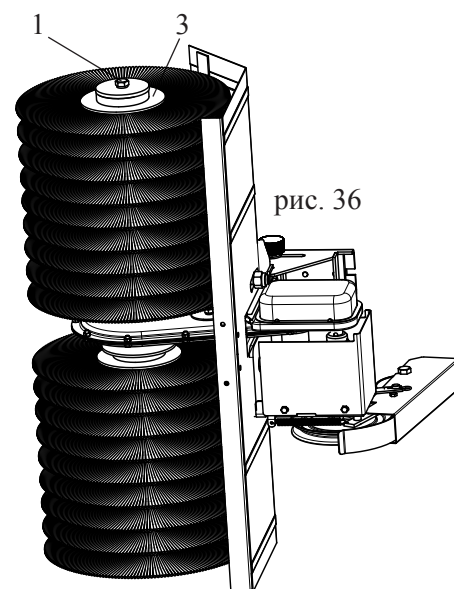
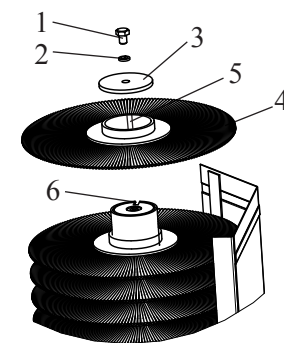

рис. 36
рис. 37
Установить щетку вертикально (рис. 36). Открутить болт (1), снять шайбу (2), шайбу (3). Снять диски полипропиленовые (4) (рис. 37). Установить новые диски в обратном порядке. **Внимание!** Выступ кольца диска (5) устанавливается в паз (6) каркаса (7). Закрепите шайбу (3) болтом (1) через шайбу (2).